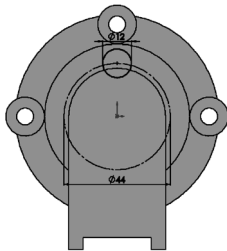

图 7-95 绘制凸台草图 4
2) 绘制凸台草图 4。单击“草图”控制面板中的 $\odot$ (圆) 按钮, 绘制图 7-95 所示凸台草图 4。单击“草图”控制面板中的 L (智能尺寸) 按钮, 对草图进行尺寸标注, 调整草图尺寸, 效果如图 7-95 所示。